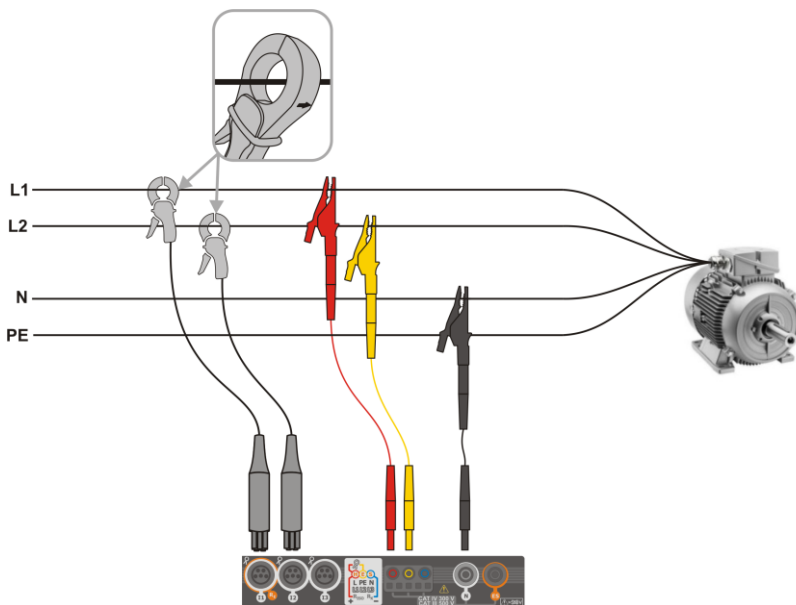

Fig. 5.5 Esquema de conexión – sistema bifásico
- bifásica (con bobinado dividido del transformador llamado en inglés *split phase*) (**Fig. 5.5**),